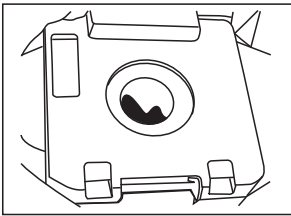

Fig.5
- 3 Introduzca la nueva bolsa en el soporte (8). Enganche con la pestaña el cartón de la nueva bolsa. Deslice el soporte de la bolsa por la guía inferior hasta que haga tope. Es muy importante que la bolsa esté colocada correctamente. Para ello, asegúrese que una vez colocada la bolsa en su soporte, el orificio de entrada de la bolsa coincide completamente con el orificio del soporte de la bolsa. Fig. 5